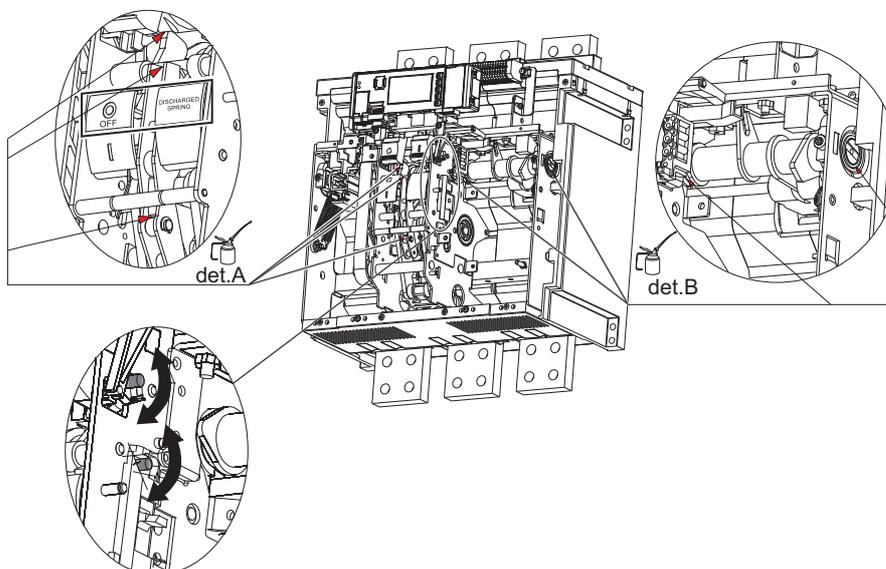

Abb. 27
- Reinigen (im Fall stärkerer Ablagerungen kann man einen Verdünnner vom Typ Henkel 273471 oder ein gleichwertiges Produkt verwenden) und an den Stellen, die in der Abbildung 27, Detail A für die erste Gliederungsebene gezeigt sind, die Schäfte und die Haken zum Öffnen und Schließen mit Fett MOBILGREASE 28 (EXXON MOBIL) schmieren.
- Die Halter der Schaltwelle, einschließlich derer auf den Seitenwänden des Leistungsschalters reinigen (im Fall stärkerer Ablagerungen kann man einen Verdünnner vom Typ Henkel 273471 oder ein gleichwertiges Produkt verwenden) und mit Fett MOBILGREASE 28 (EXXON MOBIL) schmieren (siehe Abbildung 27 Detail B).